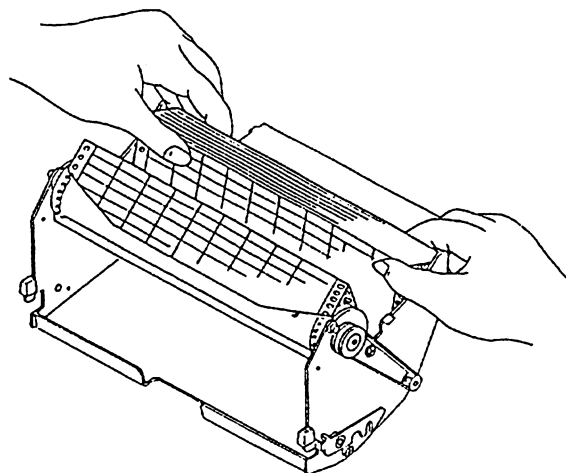

図6.1.4
- (5) 記録紙の丸穴を左側にし、両端を切り落した端末が手前にくるようにしてください (図6.1.4)。